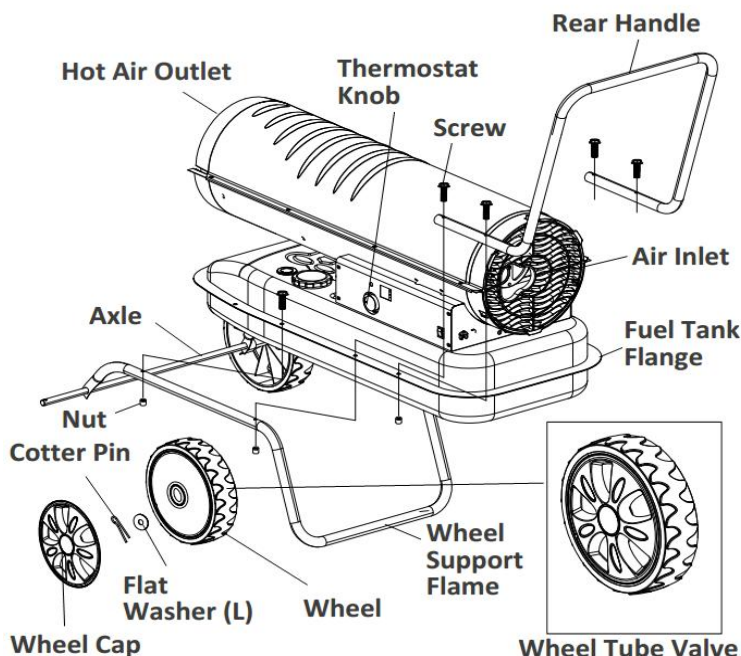

Figure 7. Assemblage des modèles ZB-K175/ZB-K215
6. Faites glisser les roues sur chaque essieu, en vous assurant que la tige de valve (si pneumatique) est vers l'extérieur (voir Figure 7).
7. Glissez les rondelles plates (L) sur l'axe, au-delà du petit trou. Insérez la goupille fendue dans le trou de l'axe et pliez les pattes de la goupille avec une pince à bec effilé pour la fixer.